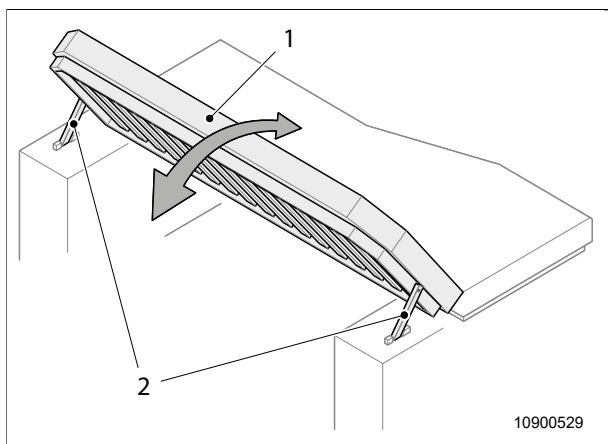
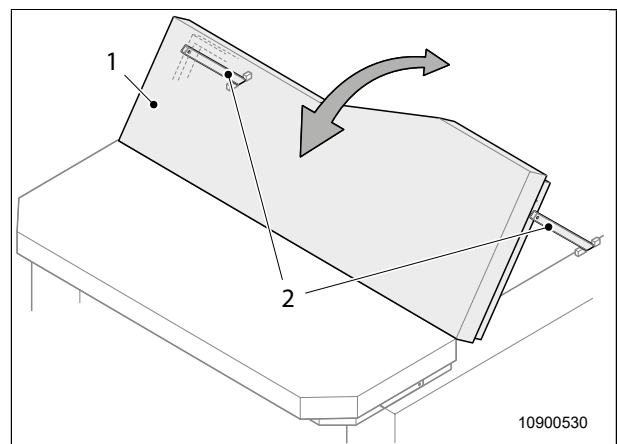

Bild 33 Loungefunktion 1
Bild 34 Loungefunktion 2
1. Fäll upp den önskade sängramen (Bild 33, pos. 1 eller Bild 34, pos. 1) till dubbelsängen.
2. Fäll ut stödbenet (Bild 33, pos. 2) och sätt fast det.
1. Fäll in stödbenet (Bild 33, pos. 2).
2. Fäll tillbaka sängramen (Bild 33, pos. 1 eller Bild 34, pos. 1) till dubbelsängen.